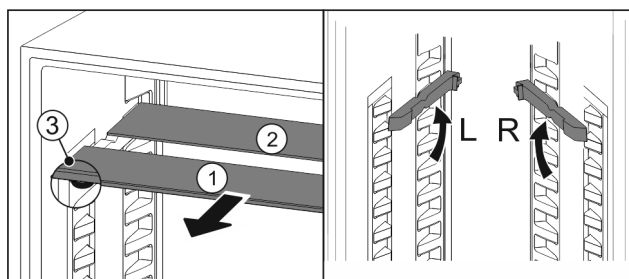

Fig. 102
- estrarre i ripiani di vetro singolarmente tirando in avanti Fig. 102 (1).
- ▷ Il piano in vetro Fig. 102 (1) con il motivo ornamentale è nella parte anteriore.
- ▷ I fermi Fig. 102 (3) sono rivolti verso il basso.